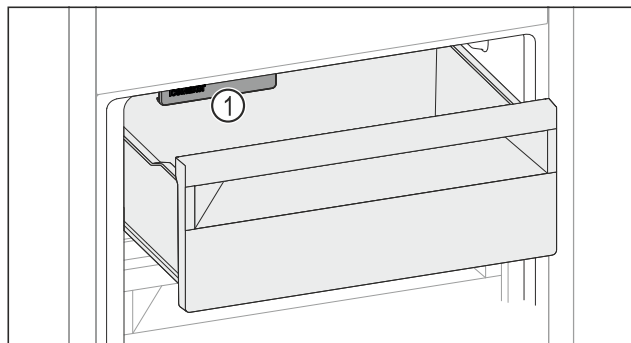

Fig. 160
- Vložte potraviny do zásuvky. Když vložíte potraviny na levou stranu zásuvky: ► Dávejte pozor na IceMaker Fig. 160 (1).